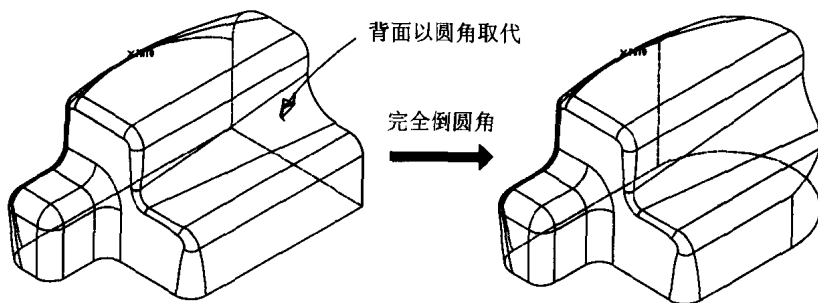

图 1.6
- ◆ **Full Round(完全倒圆角):** 将选定的面以圆角面取代(见图 1.6)。